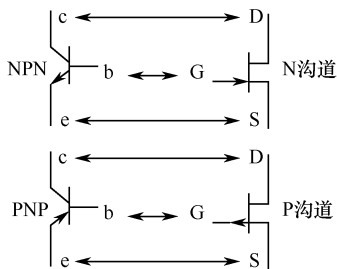

图 5-4 场效应管与三极管图形符号的对应关系
(1) 场效应管源极 S、栅极 G、漏极 D 三个电极的作用分别与三极管的发射极 E、基极 B、集电极 C 的作用相似。
(2) 场效应管的图形符号与三极管图形符号的对应关系如图 5-4 所示。